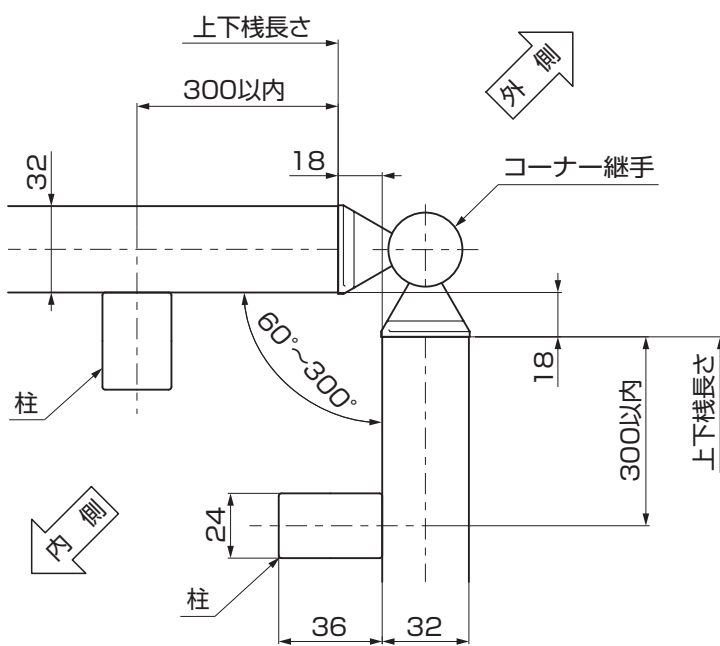

図2-2
- コーナー部には風が集中するため、必ず柱を2本建施工してください。(図2-2参照)